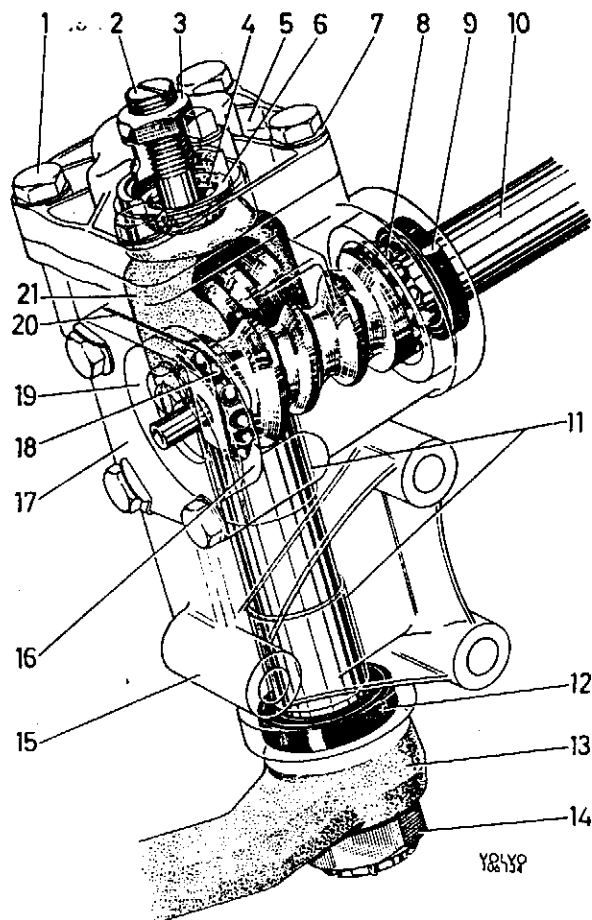

Abb. 37 Lenkgetriebe
Das Lenkgetriebe ist vom Typ „Schnecke und Rolle“. Die Konstruktion geht aus Abb. 37 hervor. Das Übersetzungsverhältnis beträgt 15,5:1. Die Lenkschnecke (10) ist zwischen zwei Kugellagern (8 und 18) gelagert. Ihre Vorspannung wird mit Paßscheiben (20) eingestellt. Die Lenkrollenwelle (Segmentwelle) selbst ist in zwei Buchsen, die Lenkrolle auf zwei Nadellagern gelagert. Da der Eingriff der Lenkrolle mit der Schnecke von der axialen Lage der Lenkrollenwelle abhängig ist, kann deren Axialspiel mit einer Stellschraube (2) eingestellt werden. Zur Schmierung des Lenkgetriebes wird Hypoidöl verwendet.